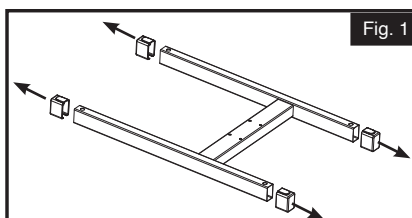

Fig. 1
1. Retirez les couvercles des deux côtés du cadre de base et mettez-les de côté. (Fig. 1)